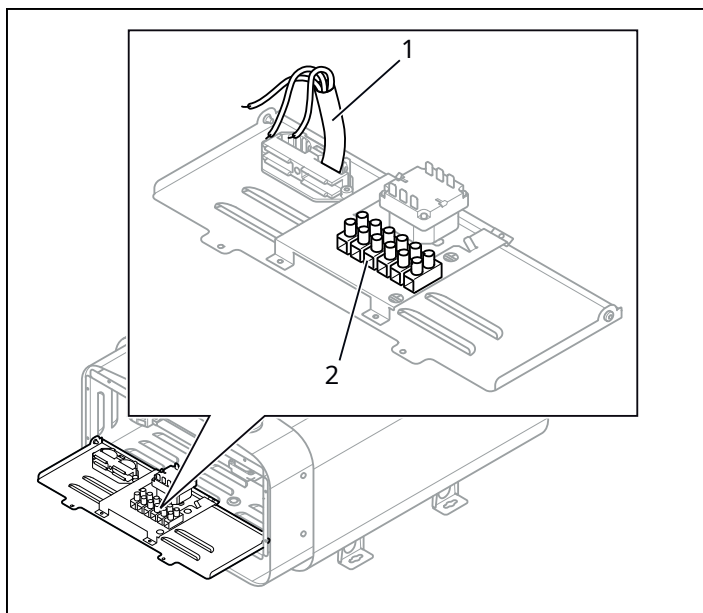
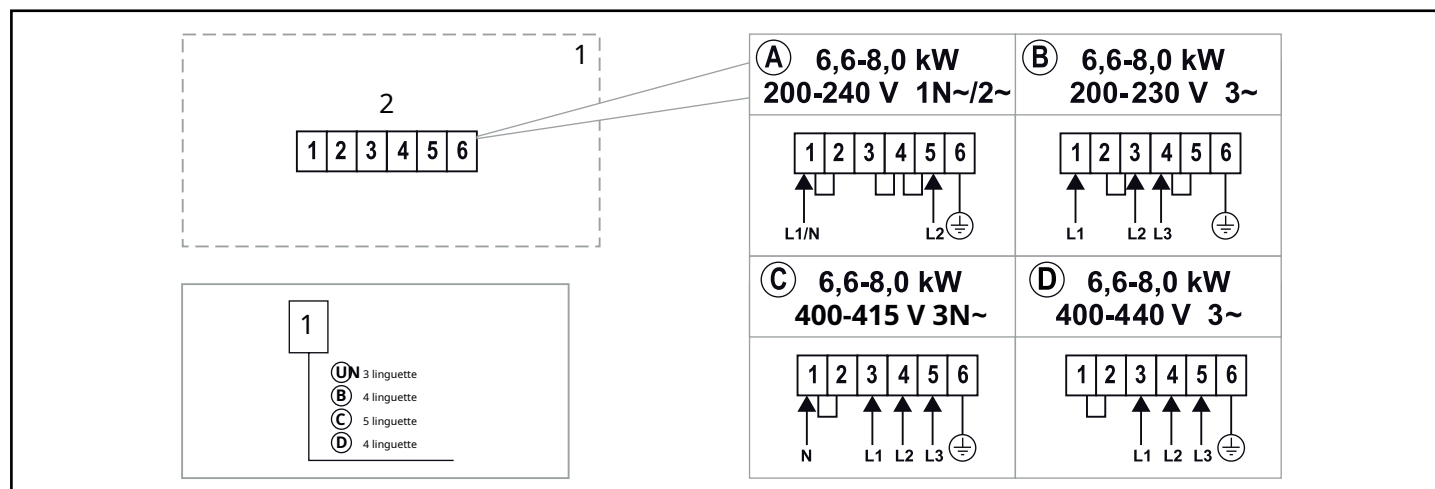

Figura 6: circuito stampato
Figura 12: schema elettrico
- Pianificare l'installazione elettrica vedere la sezione chiamata Schema di collegamento/cablaggio, Figura 12.
3. Collegare il cavo elettrico (vedi Figura 6) secondo lo schema elettrico (vedi Figura 12).
Prima di effettuare il collegamento a tensioni o numeri di fasi non elencati nello schema elettrico della Figura 12, contattare il Servizio Clienti Tylö.